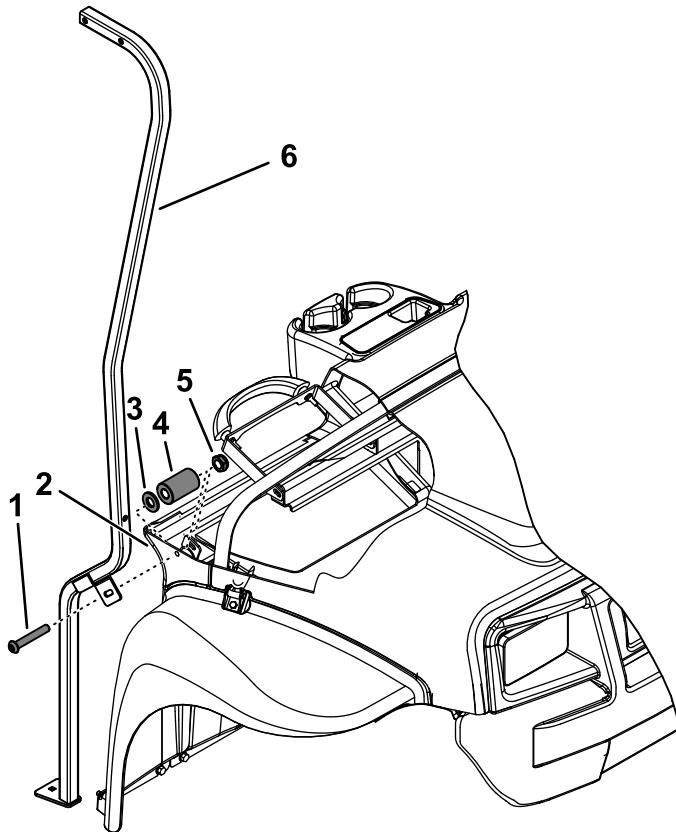

Рисунок 5
- Установите проставку и плоскую шайбу (11/32 дюйма) между приборной панелью и опорой приборной панели (Рисунок 5).
- Вставьте винт со сферической головкой с внутренним шестигранником (5/16 x 2 дюйма) через опору навеса, приборную панель и опору приборной панели (Рисунок 5).
- Установите фланцевую гайку (5/16 дюйма), чтобы прикрепить опору приборной панели к опоре навеса (Рисунок 5).